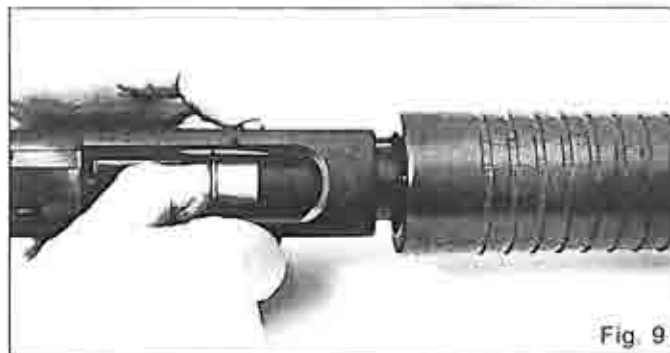

Fig. 9
- c3. Spingere all'interno l'elevatore e premendo sul bottone di svincolo in direzione del calcio del fucile, accompagnare l'uscita della cartuccia dal serbatoio (Fig. 9).
Push in the carrier and, pressing the cartridge latch button towards the stock, ease out the shell from the magazine tube (Fig. 9).
Presser l'élévateur à l'intérieur et en appuyant sur le poussoir d'arrêt en direction de la crosse du fusil, laisser sortir doucement la cartouche du tube-magasin (Fig. 9).